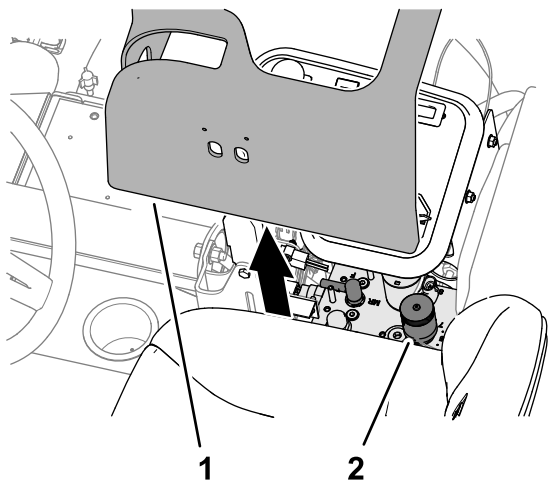

Рисунок 38
2. Поднимите крышку с рычага управления (Рисунок 38).